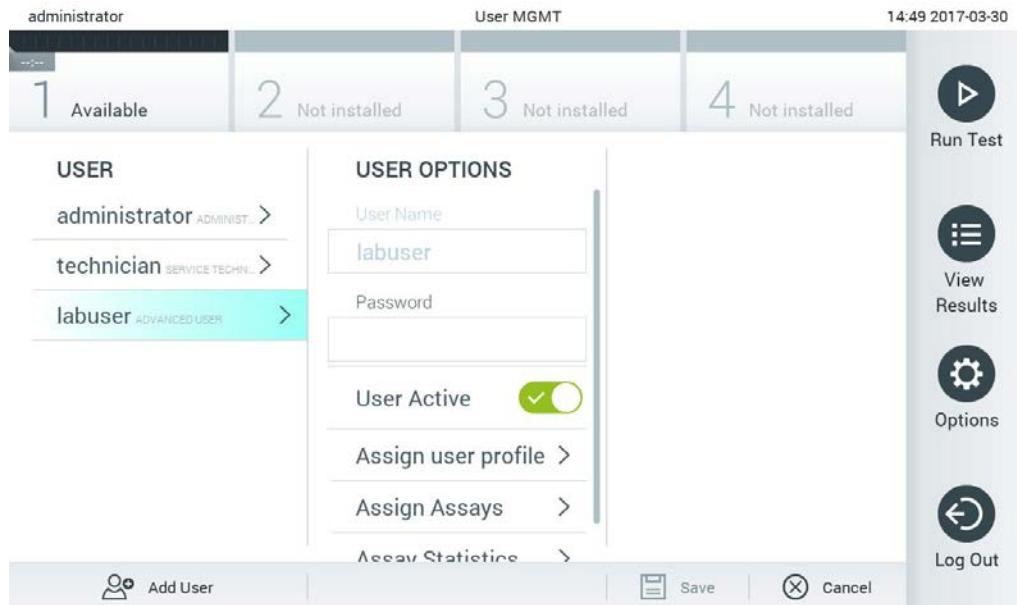

Figura 59. Selectarea și gestionarea utilizatorilor.
2. Selectați utilizatorul pe care dorîți să îl gestionați din lista din coloana stângă a zonei de conținut (Figura 59).